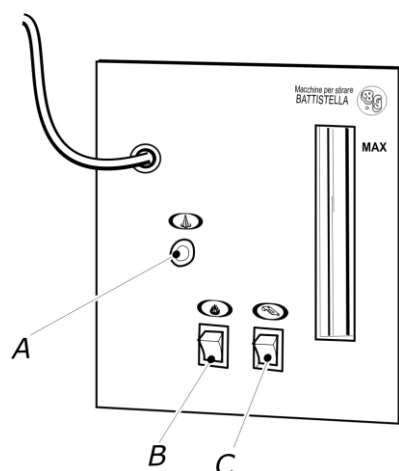
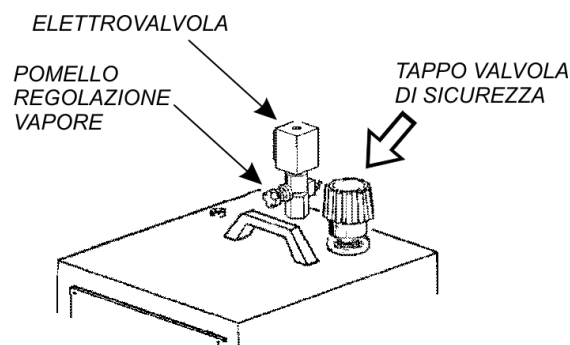
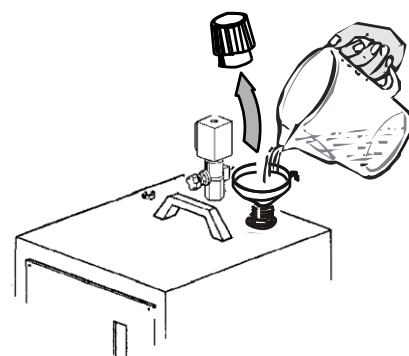

Fig. 2
Fig. 3
Fig. 4
3. Accendere l'interruttore della caldaia (fig. 2 B). Dopo circa 5 minuti, accendere l'interruttore spazzola (fig. 2 C).
4. Attendere che la spia caldaia si spenga (fig. 2 A). A questo punto sollevare la spazzola e premere il pulsante per 2-3 volte, facendo uscire il vapore. Bisogna inoltre accertarsi che il vapore sia ben saturo (premendo il pulsante con la spazzola rivolta verso il pavimento) evitando così che fuoriescano gocce di acqua dalla spazzola che potrebbero bagnare il capo. E' possibile inoltre regolare la quantità di vapore desiderata, girando il pomello di regolazione vapore situato nell'elettrovalvola (fig. 3). Durante lo stiro la spia caldaia si accende e si spegne in continuazione, segno di normale funzionamento (fig. 2 A).
9. **Non bisogna mai sostituire il tappo valvola (fig. 3) con tappi di altro genere. N.B.: il tappo valvola è tarato a 4,5 bar ed inoltre ha la funzione di valvola di sicurezza.**
A questo punto rimuovere la spina dalla presa, ruotare di 360° il tappo valvola (fig. 3) e aspettare che sia fuoriuscito tutto il vapore. Con molta cautela svitare e togliere il tappo e attendere 5/10 minuti.
Rifornire quindi d'acqua la caldaia (fig. 4) avendo l'avvertenza di non superare il segno MAX (vedi capitolo 4 punto 1). Si consiglia di riempire d'acqua la caldaia servendosi di un imbuto. Riavvitare il tappo valvola (fig. 1), reinserire la spina nella presa di corrente e attendere finché non si spegne la spia caldaia (fig. 2 A).
Svitare e togliere il tappo valvola (fig. 3) e ruotare l'apparecchio verso destra affinché fuoriescano l'acqua ed eventuali impurità.